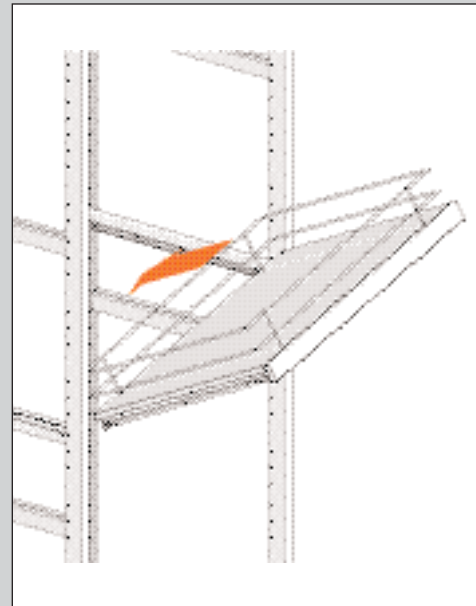

ABBILDUNG 23
3. Kippen Sie den Bügel nach unten über den Tragstift im vorderen Teil des Ständers (siehe Abb. 23).
4. Führen Sie den Auszugsboden schräg in die Gleitschienen ein (siehe Abb. 23). Kippen Sie die Vorderseite nach unten und schieben Sie den Auszugsboden nach hinten.